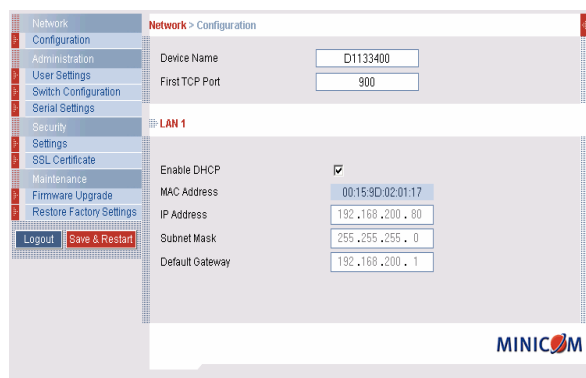

Figure 6 : Interface de configuration de l'IPControl
4. Appuyez sur la touche **Entrée**. L'interface Web s'ouvre sur la page de configuration réseau. Voir Figure 6.